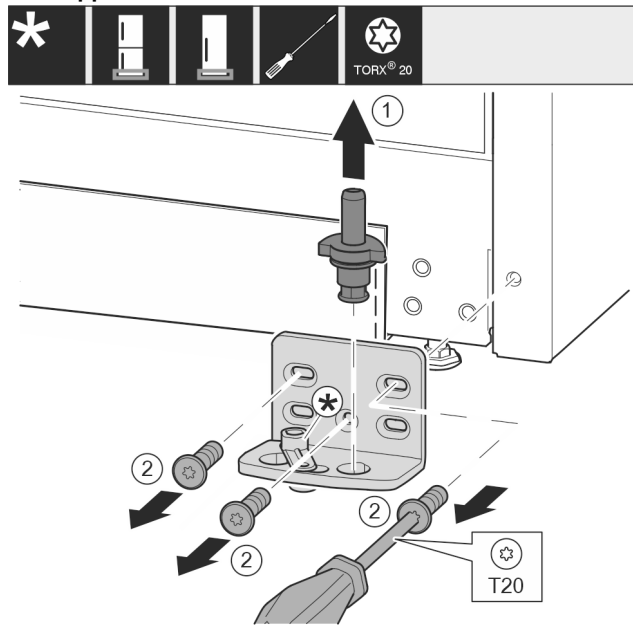

Fig. 11
- ▶ Træk hængselboltens helt opad og ud. Fig. 11 (1)
- ▶ Skru skrueerne ud med skruetrækkeren T20, og tag hængselkonsollen af. Fig. 11 (2)